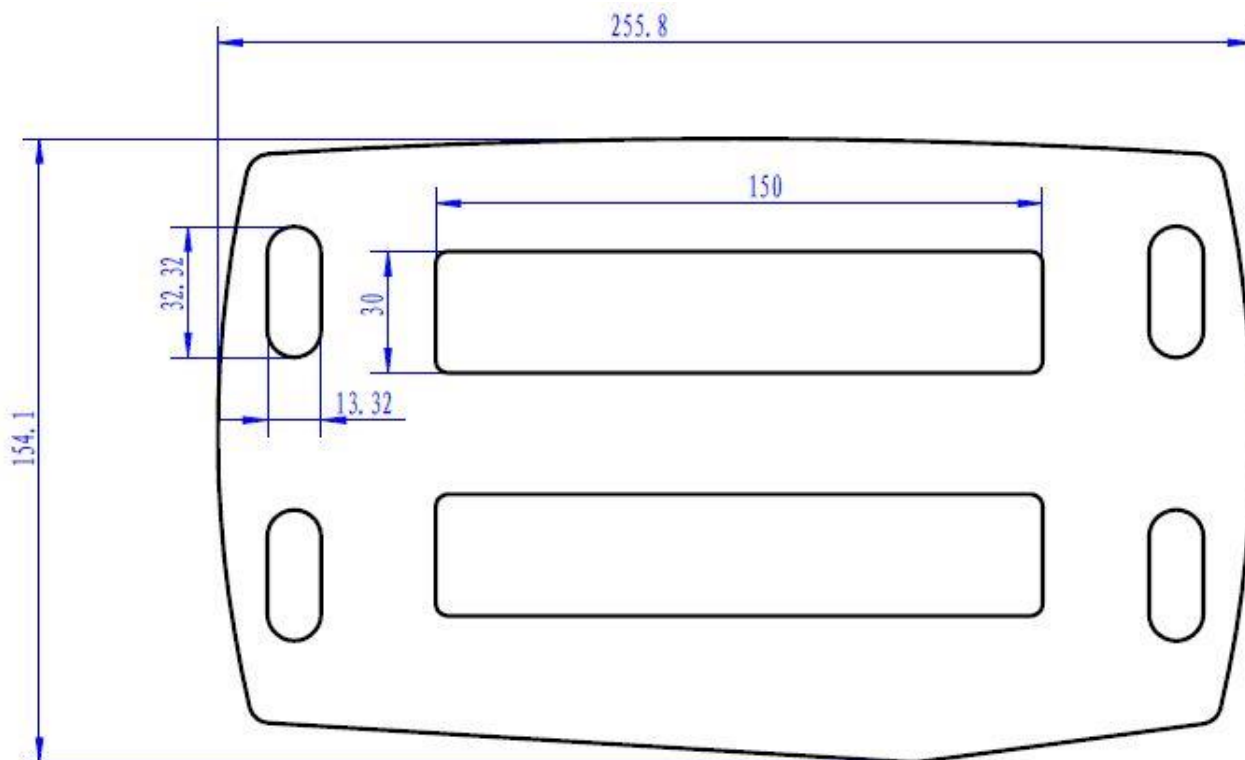

Рис. 2 Размеры монтажной пластины привода
- Подготовьте место установки привода (бетонное или металлическое основание), размеры монтажной пластины привода приведены на Рис.2. Расположение места установки выберите в зависимости от конструкции ворот (например, при самонесущих воротах привод располагается так, чтобы шестерня находилась посередине между роликовыми опорами). В случае подготовки бетонного основания выбирайте такую глубину заливки бетона при которой не происходит промерзание грунта.